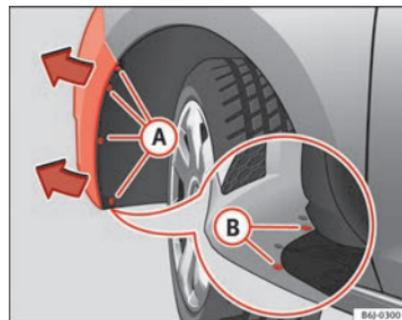

Fig. 162 Projecteur antibrouillard : accès au connecteur et au porte-ampoule.
- Retirez les 4 vis **A** ⇒ fig. 162 de l'intérieur du passage de roue et les 2 vis inférieures **B** ⇒ fig. 162 du pare-chocs en vous servant d'un tournevis.